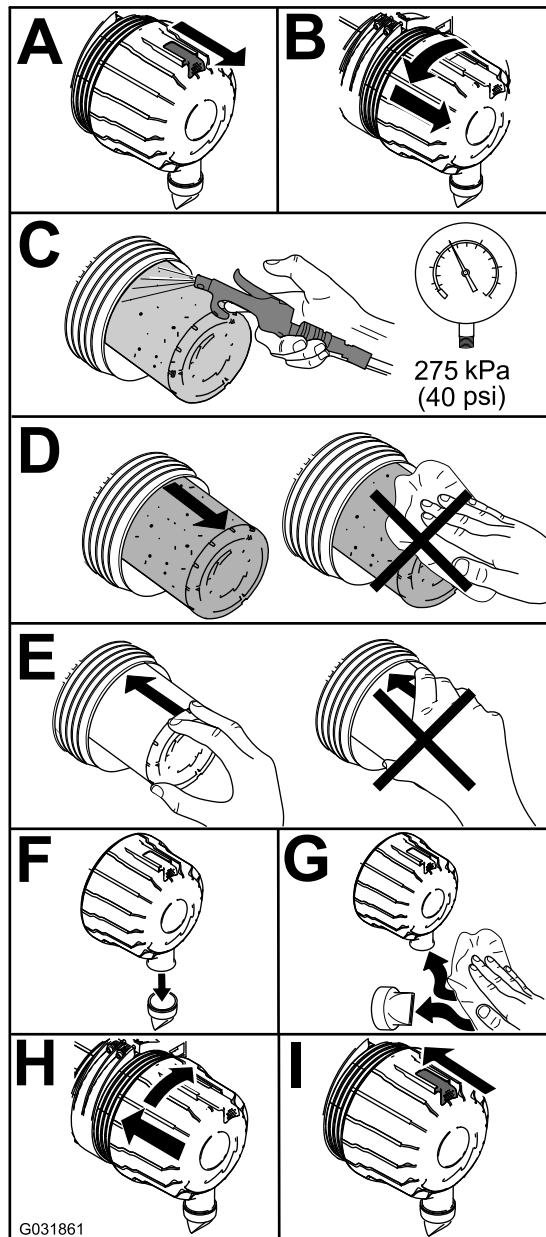

Figure 48
1. Remplacez le préfiltre (Figure 48).